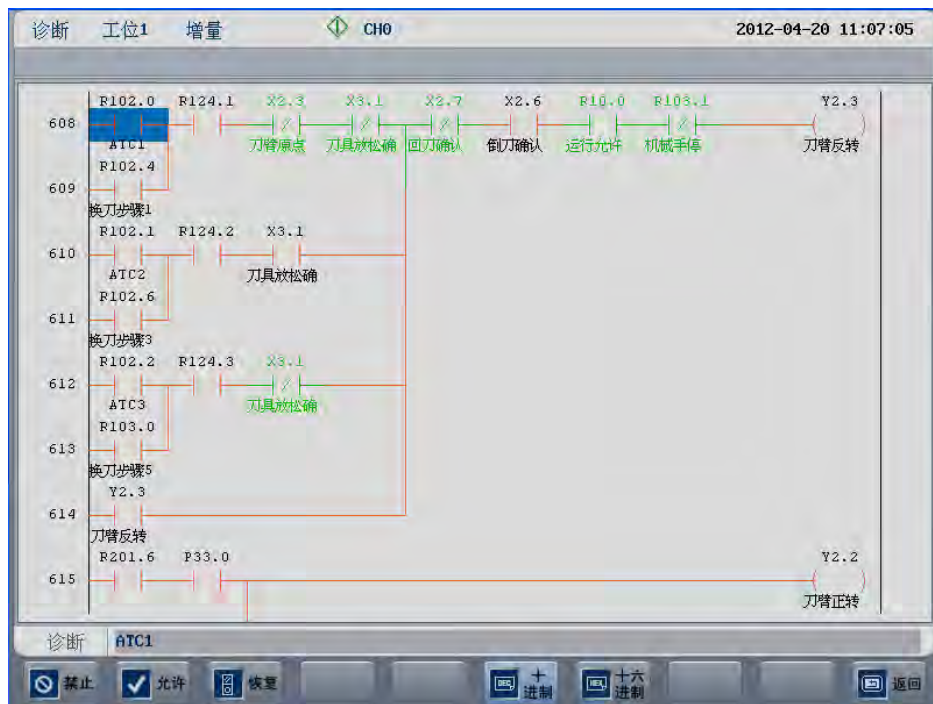

图 6.6.4 刀臂反转
- 1) 找到刀臂反转的代码位置，如图 6.6.4；
- 2) 选择一条线路，如图 6.6.4 中的 ATC1，强制将这条线路中的断开元件全部允许；